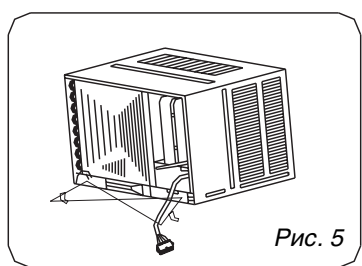

Рис. 5
1. Удалите 2 крепежных винта кронштейнов, крепящих каркас кондиционера, затем снимите эти кронштейны (рисунок 5).
5. Установите 2 кронштейна, крепящие каркас кондиционера (рисунок 5).